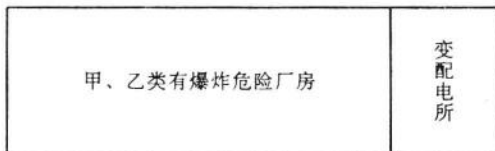

图7-1-3 变配电所与有爆炸危险的甲、乙类厂房毗连布置示意图
(1) 变电所与有爆炸危险场所毗连时,只能有一面防火隔墙与危险场所共用。与爆炸危险场所的建(构)筑物共用的隔墙和楼板耐火极限应分别不低于3h和1.5h,隔墙应抹灰,如图7-1-3所示。